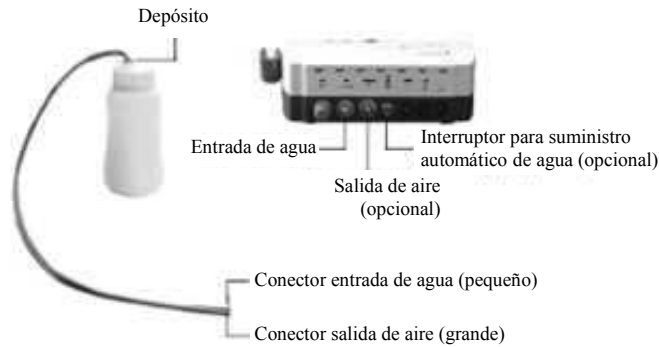

Ilustración 4
d) Croquis del sistema de suministro de agua automático (opcional) mostrado en la Ilustración 4